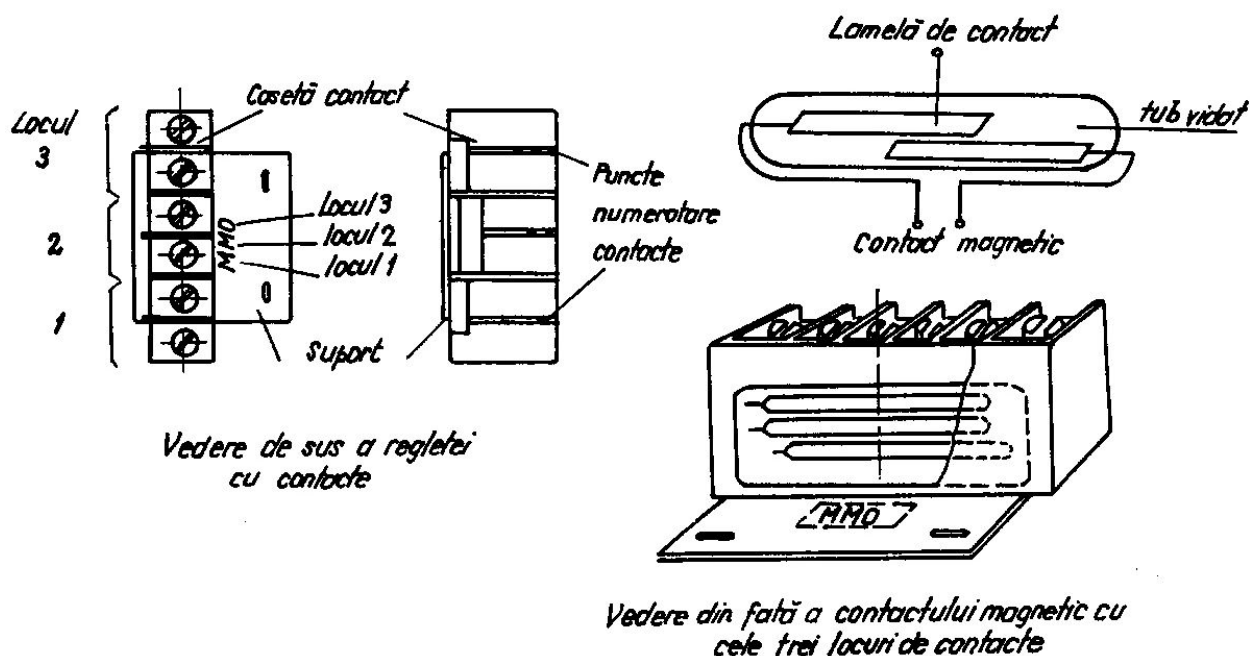

Fig. 11 Contactul magnetic Herkon
a) *Contactul magnetic* Dependența între poziția semnalului și inductorul de cale se face prin intermediul unui contactor care are în interior un contact magnetic (fig. 11).